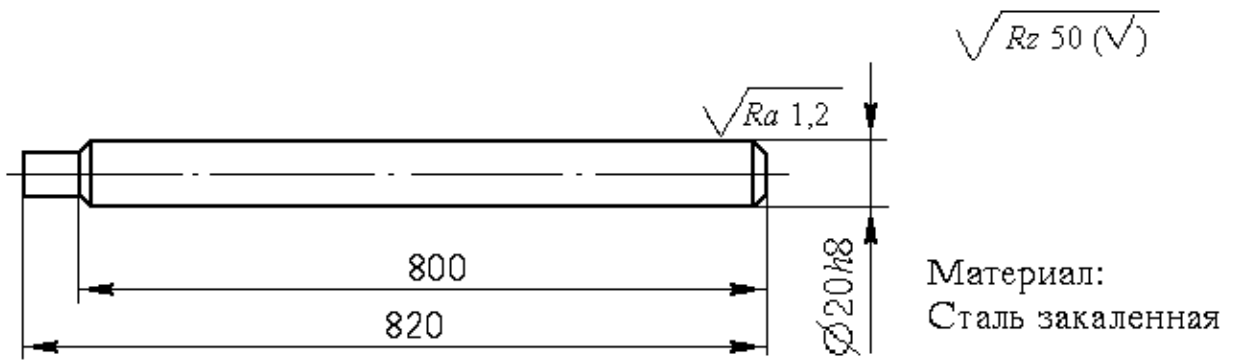

Рисунок 3.9
2. Выполнить эскиз технологической схемы финишного перехода при обработке наружной цилиндрической поверхности с указанием баз, главного и вспомогательного рабочих движений (рисунок 3.9).